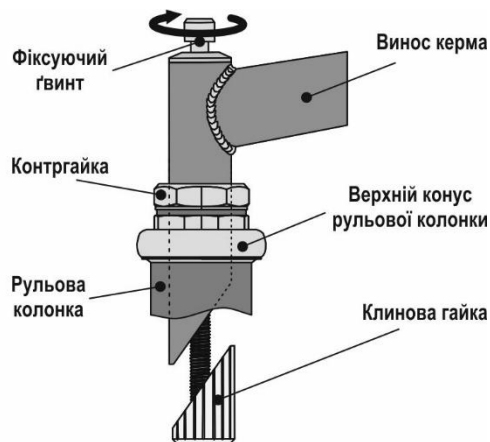

Рисунок 6. Різьбова рульова колонка
- Переконалися, що всі елементи кермової колонки складані правильно (див. рис. 6).